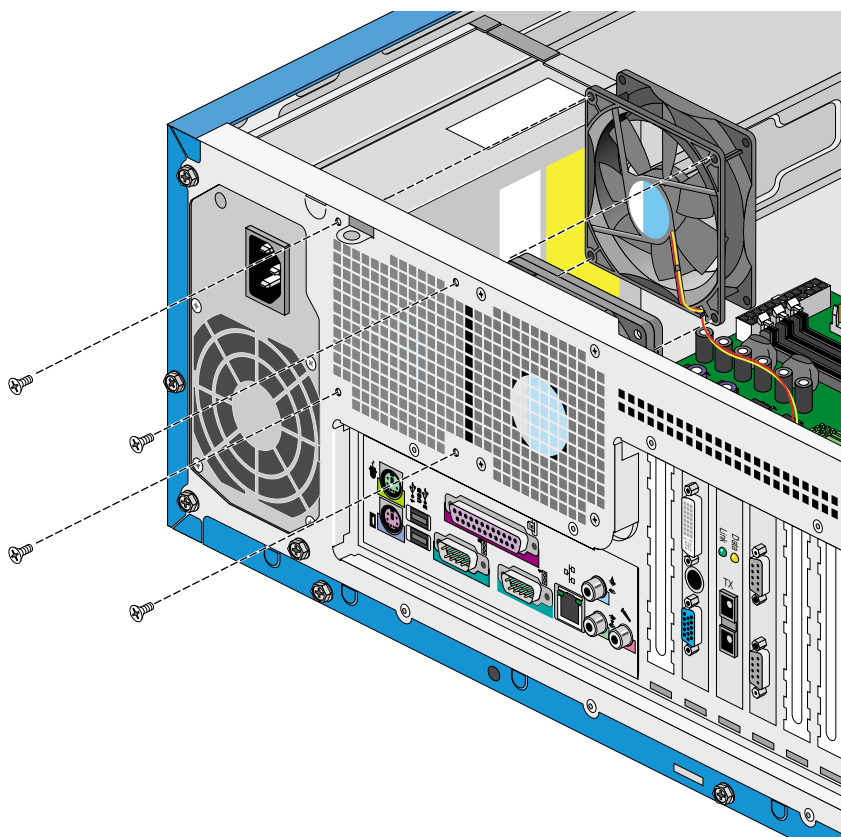

図 5-11 ケース後部からファンのネジを外す
5. ノードケースの背面で、ファンをケース背面に固定している4つのネジ（それぞれの角に1つずつ）を外します（図 5-11 を参照）。交換用のファンに使用するため、ネジをなくさないようにしてください。